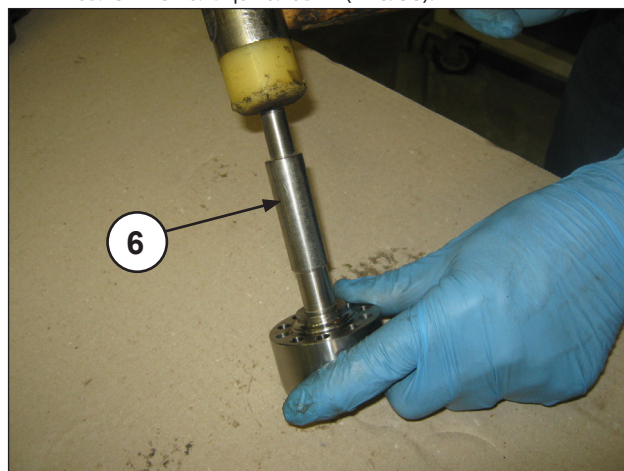
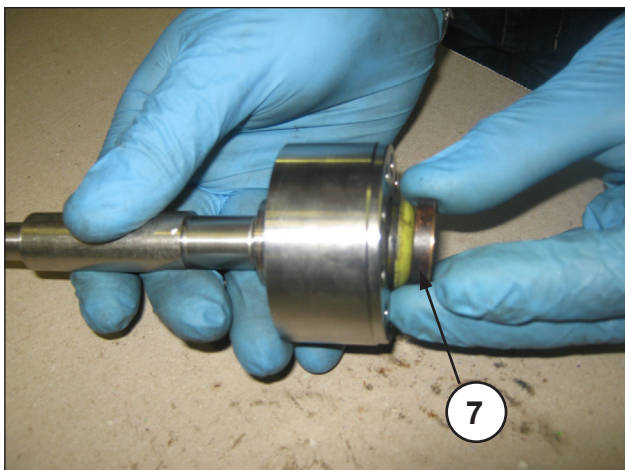

Рис. 36
Рис. 37
- При снятой опоре прокладок ВД и с помощью специального штифта (поз. © Рис. 36) выдавите комплект ВД (высокого давления) (поз. ⑦ Рис. 37) и извлеките кольцо головки (Рис. 38).